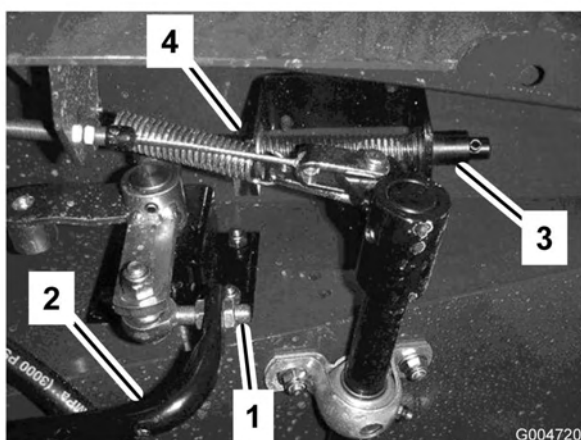

Figura 68
3. Afloje las contratuercas del extremo de la varilla y ajuste la longitud de la varilla de tracción (Figura 68) para que el pedal entre en contacto con el tope cuando la palanca de la bomba llega al final de su recorrido completo. Apriete las contratuercas.
3. Llene el depósito (Figura 68) con aproximadamente 30 l de aceite hidráulico; consulte Comprobación del aceite hidráulico.